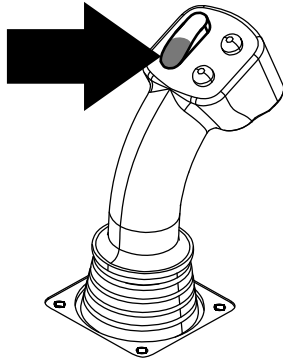

Bild 5
**Wichtig:** Stellen Sie sicher, dass Sie den unteren Teil des Nocken-Kippschalters am linken Joystick ganz nach unten halten, bis die Aktion in jedem Schritt abgeschlossen ist (Bild 5).